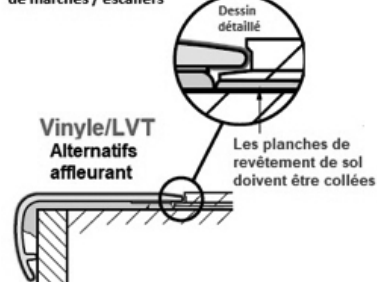

Fig. 12
4. Lorsque vous utilisez une installation affleurante, les planches de plancher adjacentes doivent également être collées au plancher brut (Fig. 12).